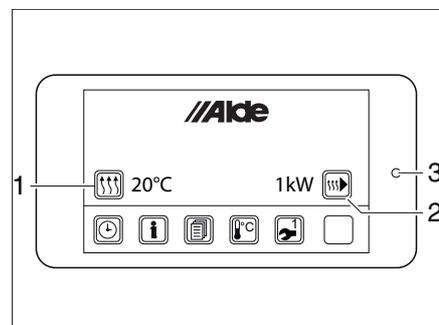

Bild 117 Menü Heizung/Raumtemperatur
- Schaltfläche Heizung ein-/ausschalten (Bild 117,1) berühren. Die Schaltfläche leuchtet grün, wenn die Heizung eingeschaltet ist. Zusätzlich leuchtet die LED (Bild 117,3) grün.
- Schaltfläche Heizung ein-/ausschalten (Bild 117,1) berühren. Die Schaltfläche leuchtet blau, wenn die Heizung ausgeschaltet ist. Die LED (Bild 117,3) erlischt.
Die Bedeutung der einzelnen Symbole des Untermenüs Betriebsmodus Heizung (Bild 117,2) ist in der folgenden Tabelle beschrieben.